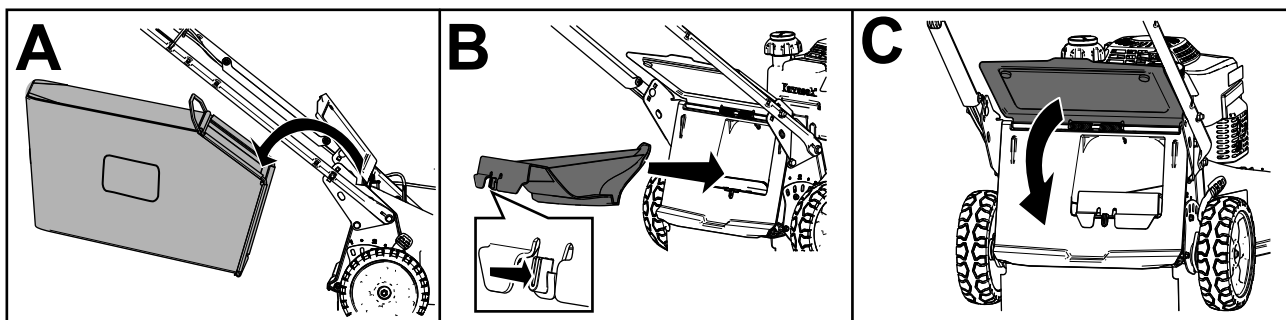

Figura 16
- Se o saco de relva estiver na máquina, retire-o (A de Figura 16).
- Se o bujão de descarga traseira não estiver instalado, agarre-o pela pega, eleve o defletor traseiro e insira-o na calha de descarga traseira até que encaixe no sítio (B de Figura 16).
3. Retire a barra do saco de relva das ranhuras na base da pega (A de Figura 16).
4. Insira o bujão de descarga (B de Figura 16).
5. Baixe o defletor traseiro (C de Figura 16).